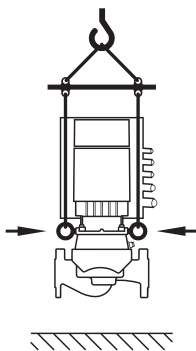

Fig. 8: Μεταφορά της αντλίας
- Η μεταφορά της αντλίας πρέπει να πραγματοποιείται με εγκεκριμένα μέσα ανύψωσης φορτίων (π. χ. παλάνκο, γερανό κ.λπ.). Αυτά πρέπει να στερεώνονται στους κρίκους μεταφοράς στη φλάντζα του κινητήρα (Fig. 8, απεικονίζονται εδώ: Διάταξη ανάληψης φορτίου με κάθετο άξονα κινητήρα).